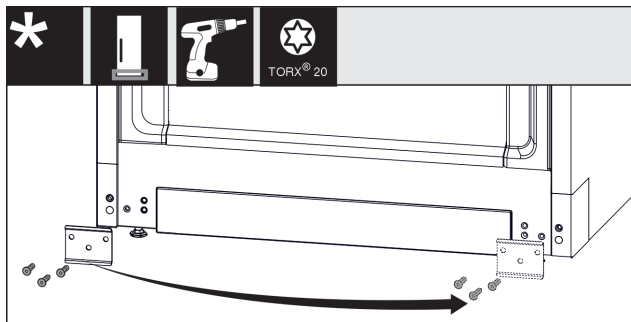

Fig. 16
- Blech Fig. 16 (1) abschrauben, auf die andere Seite umsetzen und wieder anschrauben.